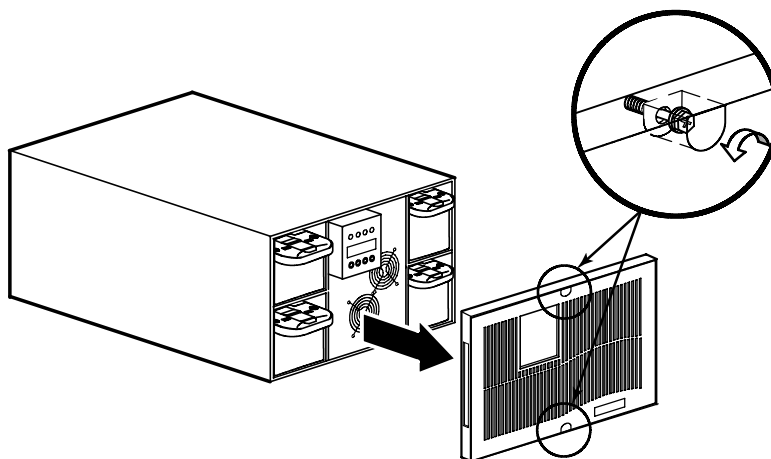

Рисунок 44. Снятие передней крышки ИБП
1. Снимите переднюю крышку ИБП (см. рис. 44).